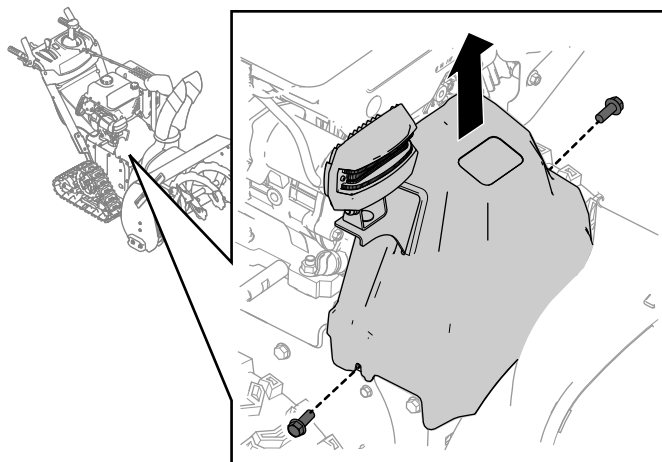

Bild 30
1. Entfernen Sie die beiden Schrauben, die die Riemenabdeckung halten (Bild 30).
2. Entfernen Sie die Riemenabdeckung (Bild 30).